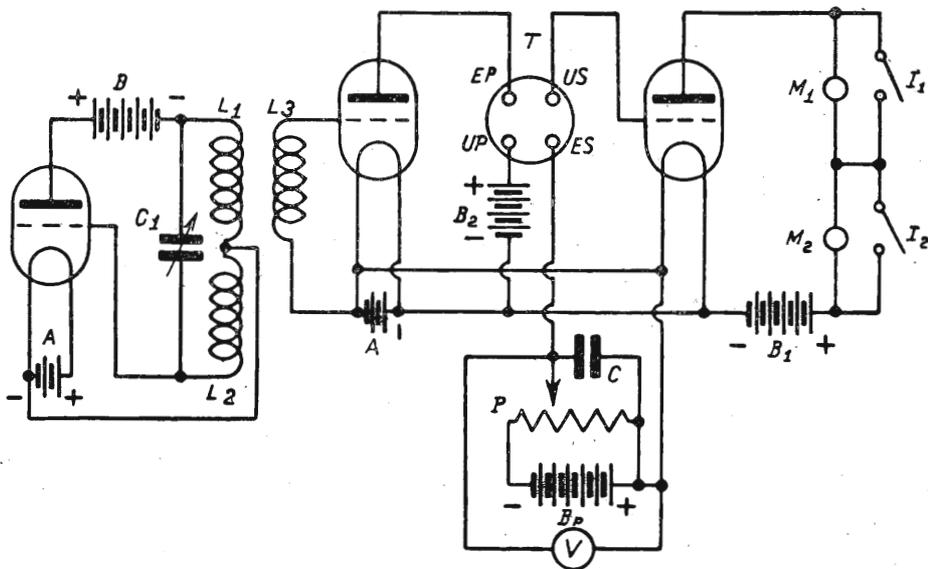

Fig. 10
1. Appartiene ai metodi « complessi ». E' necessario anzitutto una heterodyna per una lunghezza d'onda alla quale si vogliono tarare i trasformatori e cioè da 4000 a 12000 m. circa. Lo schema della fig. 10, richiede i seguenti dati —  $L_1$  ed  $L_2$  bobine a nido d'ape od altre — di 500 spire l'una — condensatore  $C_1 = 0.001$  mfd. Le due bobine devono essere poste l'una vicina all'altra, e connesse in modo che il sistema oscilli: in caso negativo si invertono le connessioni di una bobina, lasciando le bobine stesse nella identica